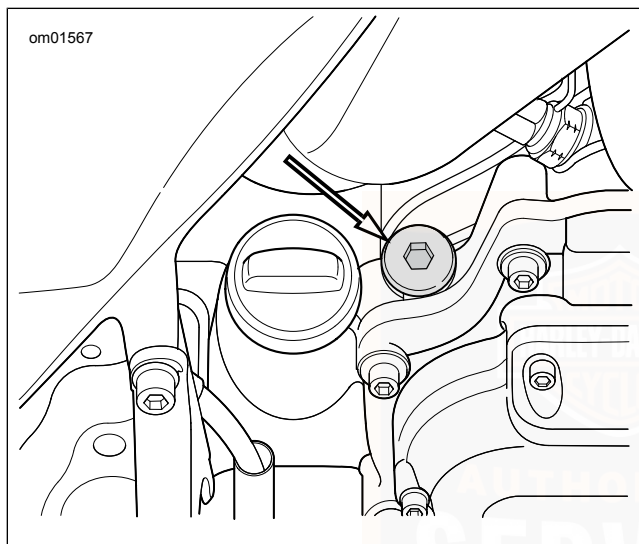

Abbildung 65. Lage des Getriebeeinfüllverschlusstoppers/Ölmesstabs
2. Siehe Abbildung 65. Den Getriebeeinfüllverschlussstopfen/Ölmessstab entfernen. Den Ölmessstab sauber wischen.